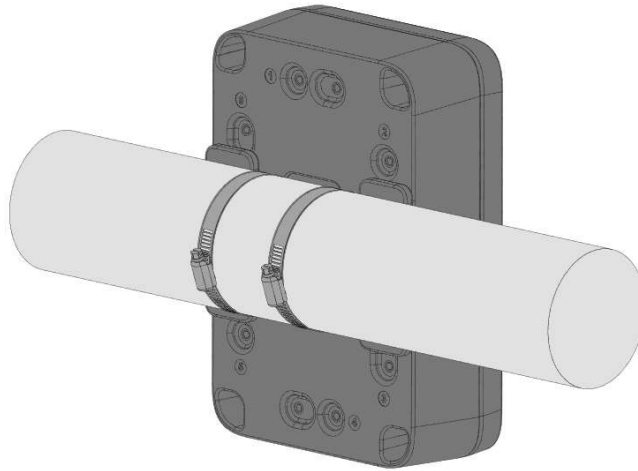

Abbildung 19: Befestigung des Gehäuses am Mast
3. Nachdem Sie die Halterungen am Gehäuse befestigt haben, bringen Sie das WisBlock Unify-Gehäuse mit zwei (2) Stahlstreifen (60–85 mm) am Mast an, wie in **Abbildung 19** dargestellt.